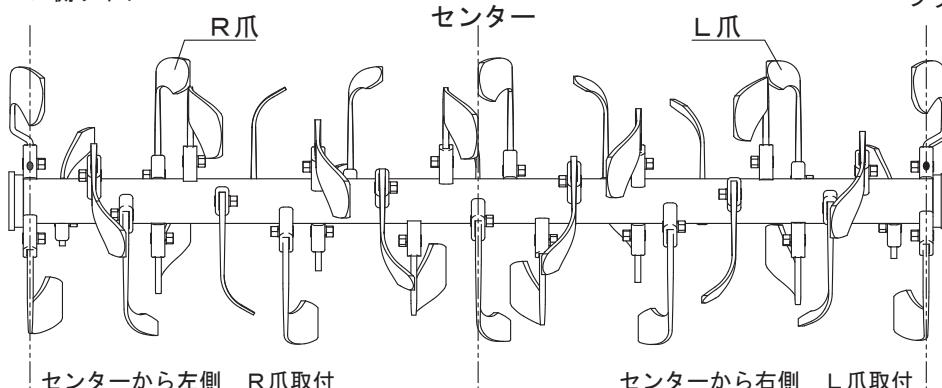

図4 内盛耕全体図（センターから左側にR爪、センターから右側にL爪を組付）
(2) 右側のフランジ(図4)
機体後方から見たとき、センターより左側(チェーンケース側)にはすべてR爪を、センターより右側(ブラケット側)にはすべてL爪を取り付けます。(図4)